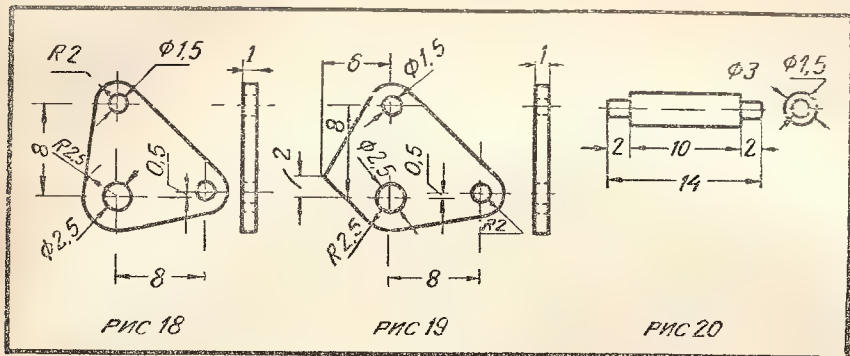

Рис. 18. Щечка зажима
5. Зажим ленты каретки имеет две щетки (рис. 18 и 19). Щетка 19 на рис. 24 располо-